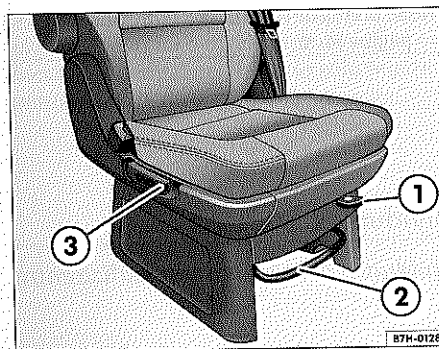
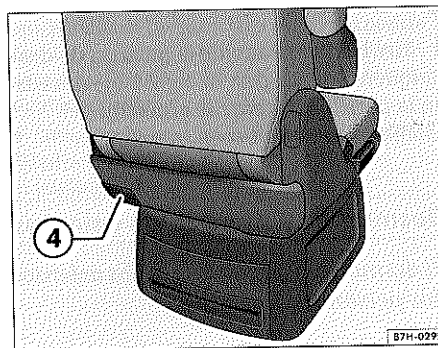

Fig. 60 Mandos en la parte delantera del asiento individual
Fig. 61 Mandos en la parte trasera del asiento individual
En los asientos individuales hay dos mandos para ajustar la inclinación del respaldo: una palanca en la parte delantera ⇒ fig. 60 (3) y otra en la parte trasera ⇒ fig. 61 (4).
- Sujete el respaldo mientras tira de la palanca ⇒ fig. 60 (3) o ⇒ fig. 61 (4) hacia arriba ⇒ ⚠.